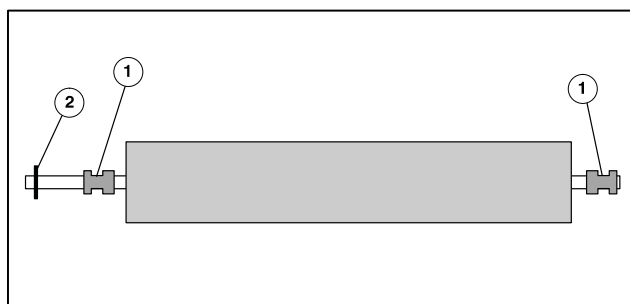
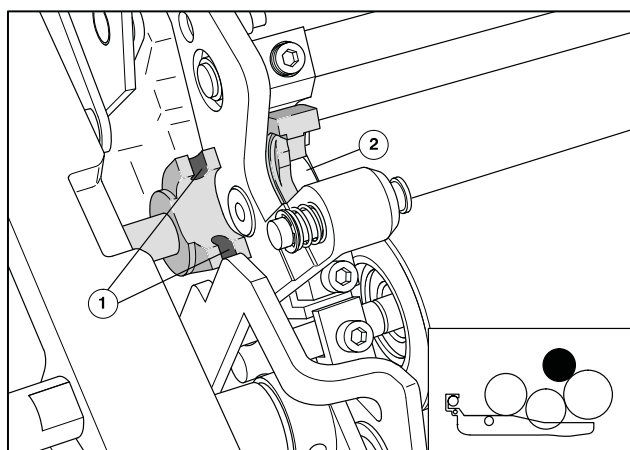

図14 水ならしローラ(リルサン)
図15 水ならしローラの取り付け
- ❶ 水ならしローラを軸受けに差し込む前に、ローラのシャフトの軸受けブッシュ(図14/❶)を横にずらして軸受けシェルと合わせてください。
ローラを横振りさせるための駆動ピン(図14/❷)は、操作側に向けます。
- ❷ 水ならしローラのシャフトにある駆動ピン(図14/❷)を、操作側の溝(図15/❶)にはめながら、ローラを差し込みます。このとき、最初に位置合わせをした軸受けブッシュを、ジャーナルボックス(図15/❷)に入れてください。ローラを差し込むときに、軸受けブッシュを傾けないようにしてください。